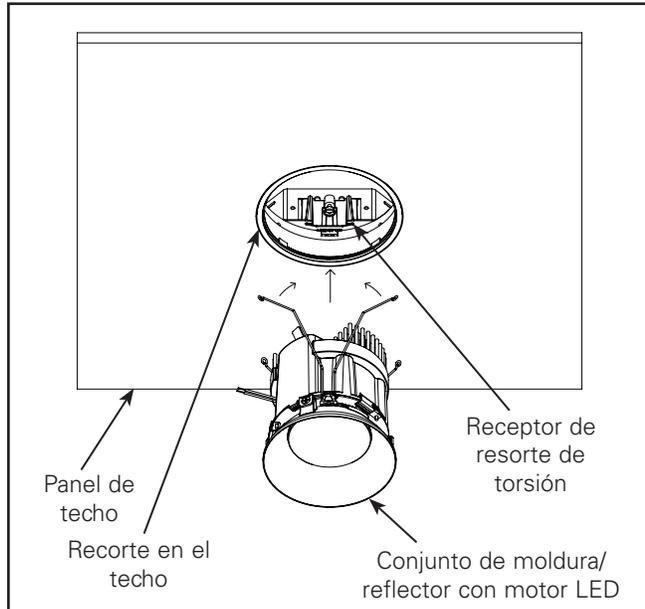

Figura 6
**Paso 4:** Instale la unidad de la moldura con el motor LED, alinee el conector y enchufe la desconexión rápida del luminario en el motor LED, según se indica en las instrucciones de instalación suministradas con el alojamiento. Para instalar el motor LED y la unidad de la moldura, inserte los resortes de torsión en los receptores correspondientes ubicados dentro del alojamiento. Ver Figura 6.